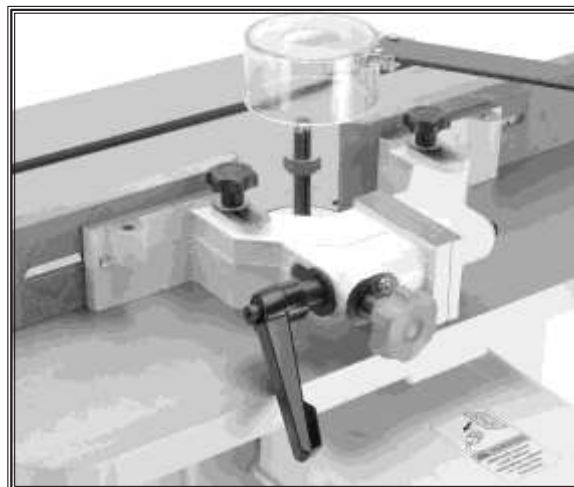

Figura 18. Barra protectora y perilla de ajuste.
1. Afloje el seguro de las guías como se muestra en la **Figura 18**.
2. Ajuste la posición de las guías girando el seguro como se muestra en la **Figura 18**.